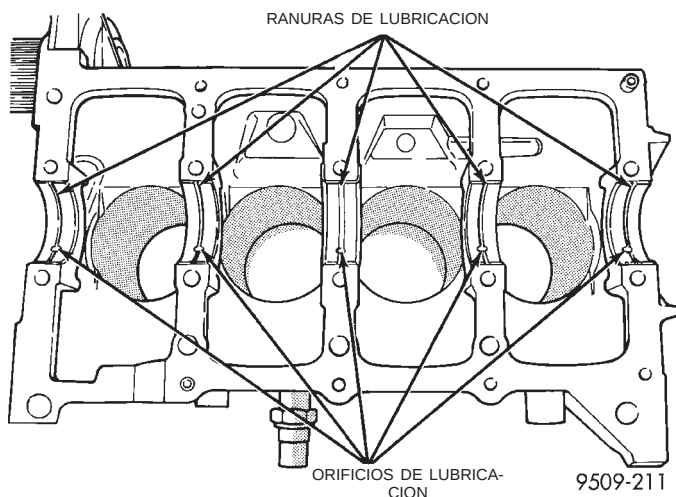

Fig. 11 Instalación del casco superior del cojinete principal
(1) Instale los cascos del cojinete principal con la ranura de lubricación en el bloque de cilindros (Fig. 11).
(2) Asegúrese de que los orificios de lubricación del bloque queden alineados con los de los cojinetes. Las lengüetas del cojinete deben asentar en las ranuras para lengüetas del bloque.